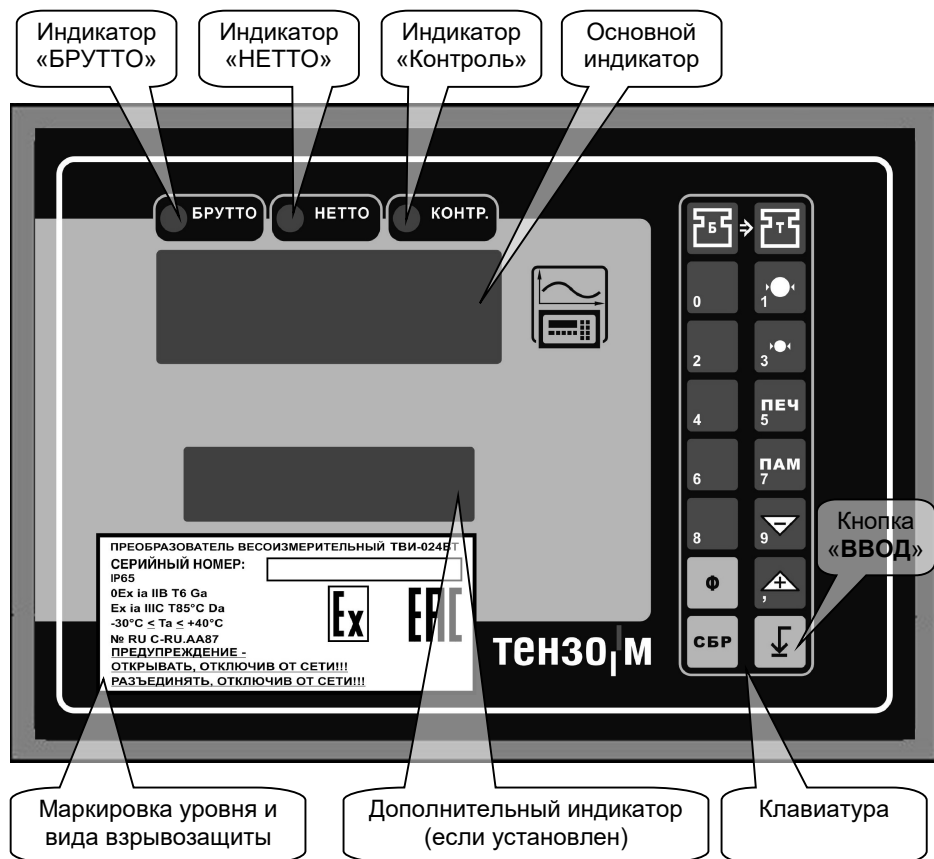

Рис. 8.1. Лицевая панель весового терминала ВТ.
На рис. 8.1 изображена передняя (лицевая) панель весового терминала ВТ.
10.2. Перезапустить ВТ с выполнением тестов и индикацией номера версии программы можно кнопкой , расположенной на клавиатуре ВТ (см. рис. 8.1 на стр. 14 Руководства).